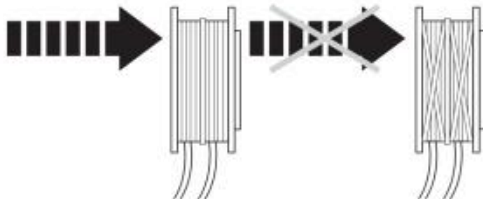

Fig. 66
3. Wickeln Sie die Schnüre im Uhrzeigersinn fest um die Spule und achten Sie darauf, dass sie richtig in der jeweiligen Führung liegen. (Abb.66)